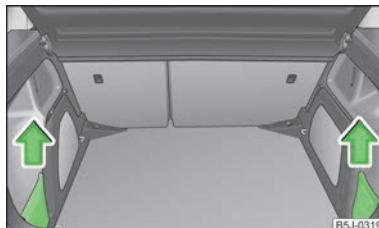

Fig. 74
- » Coger la cubierta por la parte superior y retirarla con cuidado en la dirección de la flecha » fig. 74.